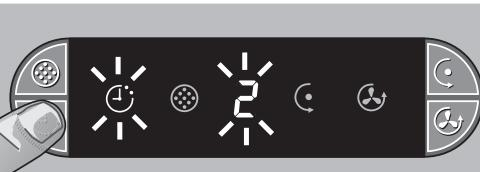

Fig. 11
- Le symbole ⏺ (arrêt différé) et l'allure 2 s'allument (fig. 11)